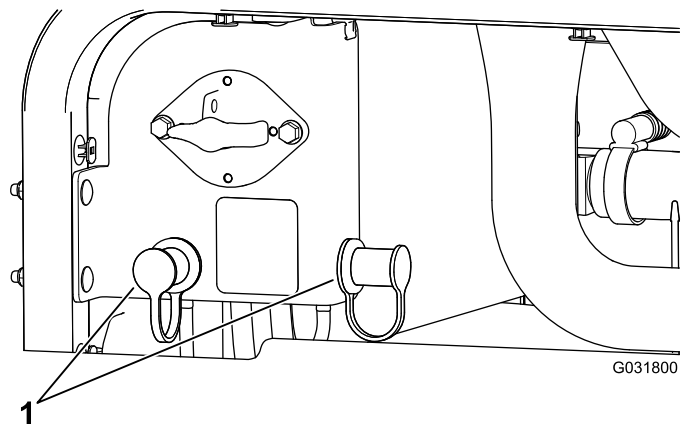

図 107
3. ジャンプ端子のカバーを外す図 107。
3. ジャンプ端子のカバーを外す 図 107。